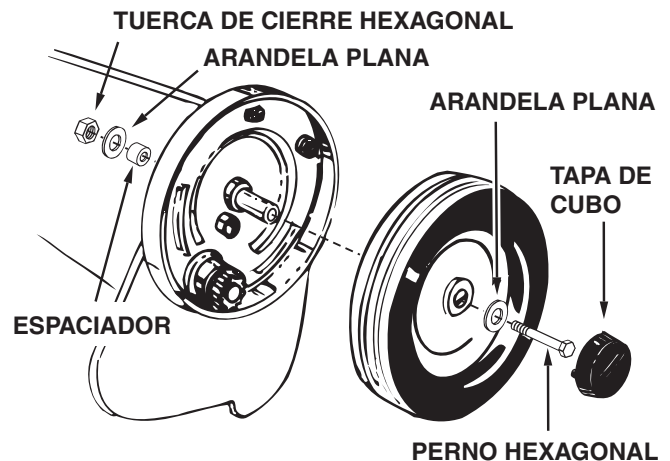

FIGURA 21
3. Cada dos años, desinstale las ruedas y limpie los engranajes que se encuentran dentro de la carcasa de la rueda. Después de limpiarlos, lubrique con una capa delgada y pareja de grasa liviana. Para desinstalar la rueda, quite la tapa de cubo haciendo palanca con un destornillador y retire la tuerca de cierre, la arandela plana y el espaciador del extremo del perno ubicados dentro de la barredora. Vea la figura 21.